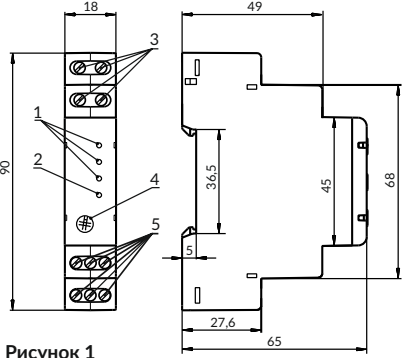

Рисунок 1
- 2) Регулятором **Toff(s)** (поз.4 рис. 1) встановіть час спрацьовування захисту по перекосу фаз.